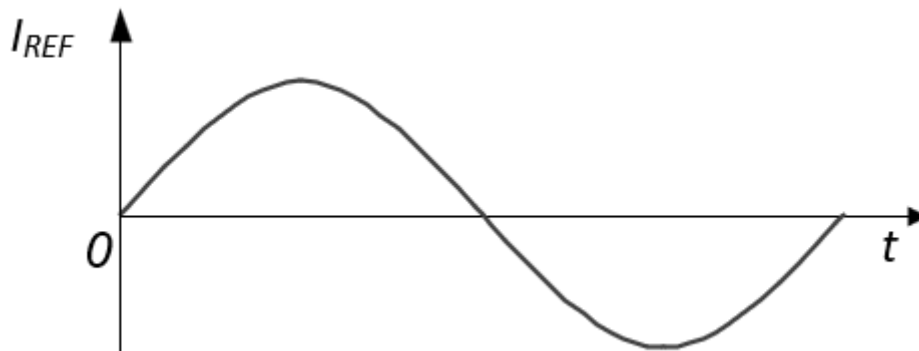

图 6. 使用與傳統 PFC 相同的方法計算 I_{REF} 。來源：德州儀器
2. 使用與傳統 PFC 相同的方法計算正弦電流迴路參考 I_{REF} ，如方程式 9 和 图 6 所示。